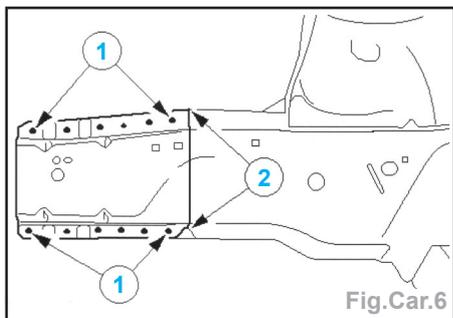

Fig.Car.6
- Reposer le longeron extérieur (Fig.Car.6) :
- souder par points (1),
- souder en cordon continu sous gaz (2).